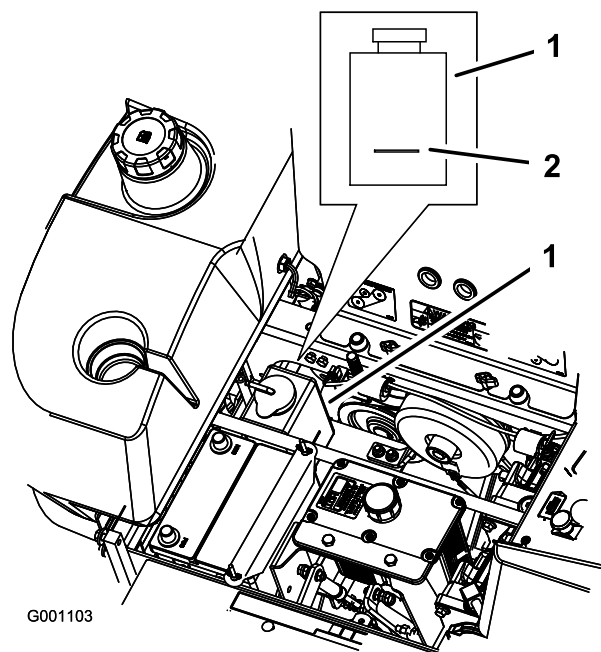

Figura 79
4. Com o motor frio, verifique o nível do vaso de expansão. O fluido tem de estar até à indicação no exterior do vaso de expansão (Figura 79).
5. Se o nível do líquido de arrefecimento for baixo, adicione uma mistura 50/50 de anticongelante de maior duração/Dex-Cool® e água no vaso de expansão (Figura 79).
6. Adicione a mistura de líquido de arrefecimento 50/50 no vaso de expansão e encha até à linha indicadora no depósito (Figura 79).